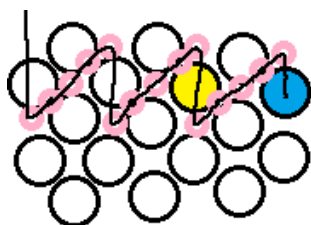

Рисунок 8. Плетение диагонали из бисера.
3. Плетение второго слоя розовым бисером. Нить выходит из верхней бусины, выделенной синим цветом (рис. 8). Набрать 5 бисеринок розового цвета, уложить по диагонали и вывести в бусину, выделенной желтым цветом (рис. 8). Плетение диагоналей продолжить по всей длине половины полотна.